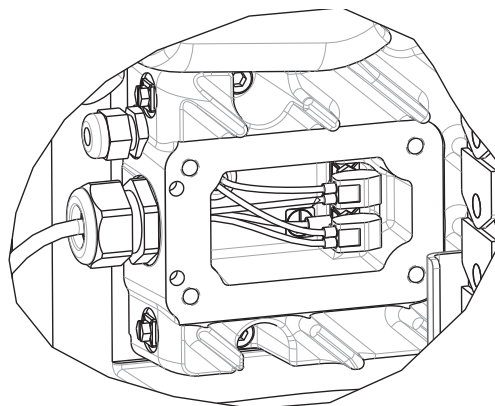

图 38: 驱动器外壳接线
- 如果使用的是单柱塞供料系统，请关闭红色断开开关 (AZ)。
- 如果使用串联柱塞供料系统，请仅在要卸下驱动器的柱塞供料单元上关闭红色的断开开关 (AZ)。
- 断开驱动器 (AB) 的电源连接:
- 卸下驱动器壳盖 (HC)。
- 断开驱动器壳内的线。参见图 38。